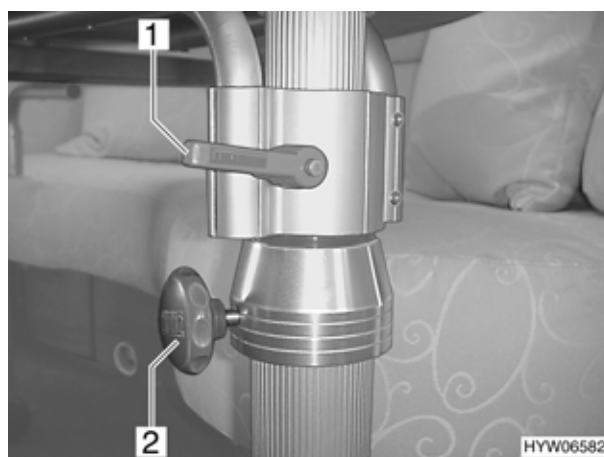

Fig. 2 Tavolo soggiorno orientabile
- Avvitare la manopola (Fig. 2,2) in senso orario, fino a fine corsa.
- Girare la leva (Fig. 2,1), sulla parte inferiore delle superfici di appoggio, in senso orario fino a fine corsa.